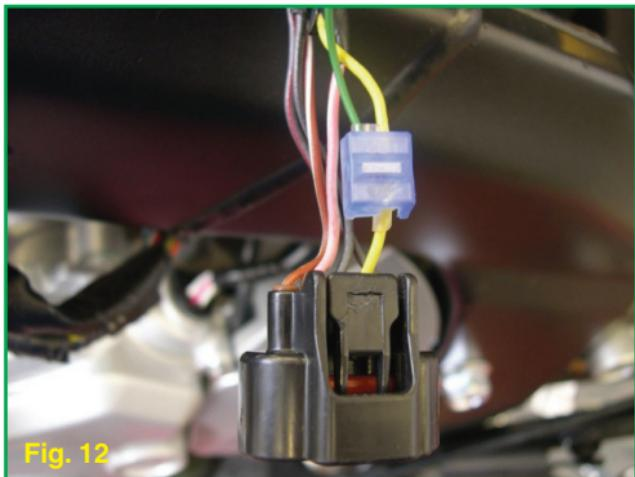

Fig. 12
- Relier le câble vert de la centrale TOP au câble jaune du système du véhicule à l'aide du connecteur à coupure fourni dans le kit TOP (Fig. 12).